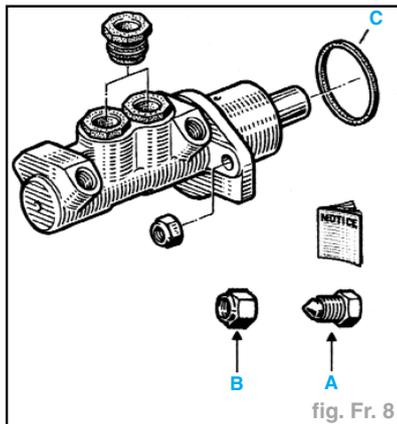

fig. Fr. 8
- Lors d'une intervention, il est nécessaire de remplacer le joint (C) (fig. Fr. 8).
Nota : Pour le maître-cylindre neuf : placer les bouchons "A" dans les sorties non utilisées.(fig. Fr. 8).
- En cas de fuite, remplacer le joint (C) (fig. Fr. 8).